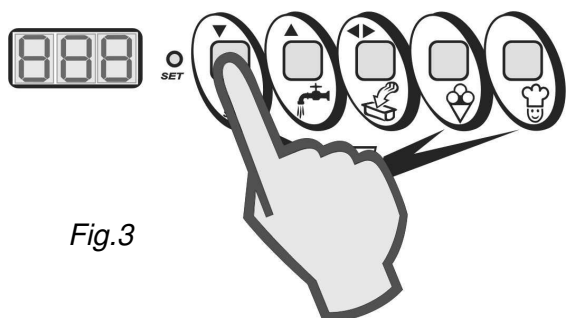

Fig.3
- Quando tutto il prodotto è fuoriuscito dal portello, premere il tasto STOP per arrestare la macchina e richiudere il piattello erogatore (Fig.3).